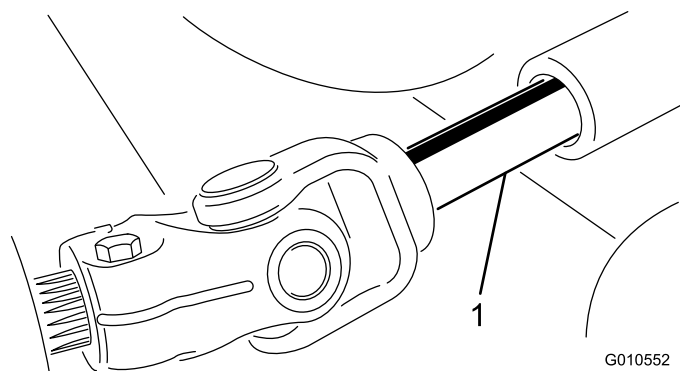

Figura 20
5. Aleje la unidad de corte de la unidad de tracción, separando las secciones macho y hembra del árbol de la TDF (Figura 20).
3. Introduzca el árbol macho de la TDF en el árbol hembra de la TDF (Figura 20).